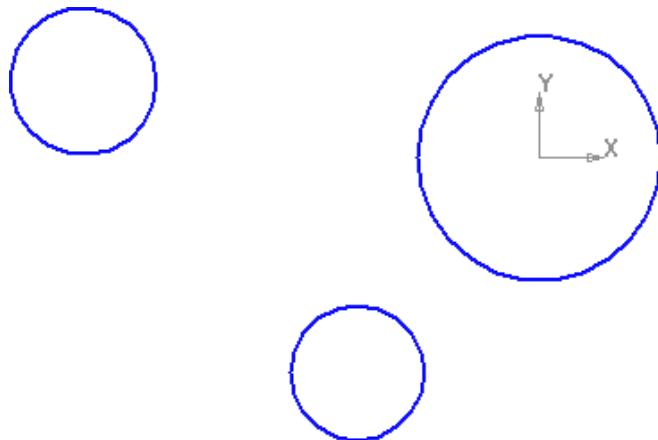

Рисунок 7.
- Таким же образом постройте нижнюю окружность. Координаты ее центра по оси X –60 мм, по оси Y –70 мм, а радиус 22 мм (рис. 7).